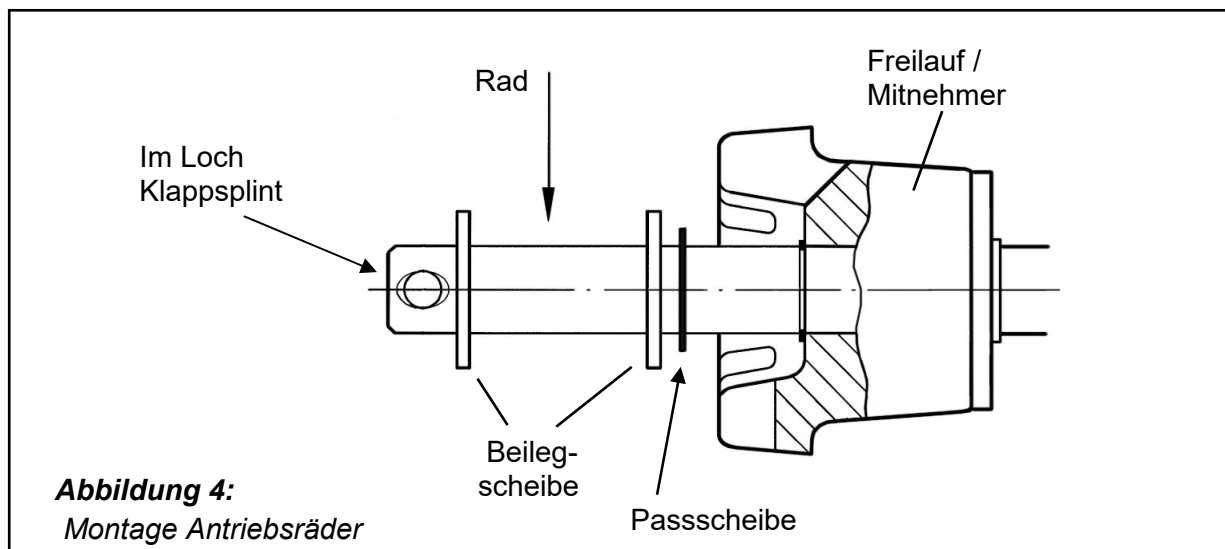

Abbildung 4:
- ⇒ Montieren Sie die Antriebsräder (siehe Abb. 4). Beachten Sie die Richtung des Ackerstollenprofils!